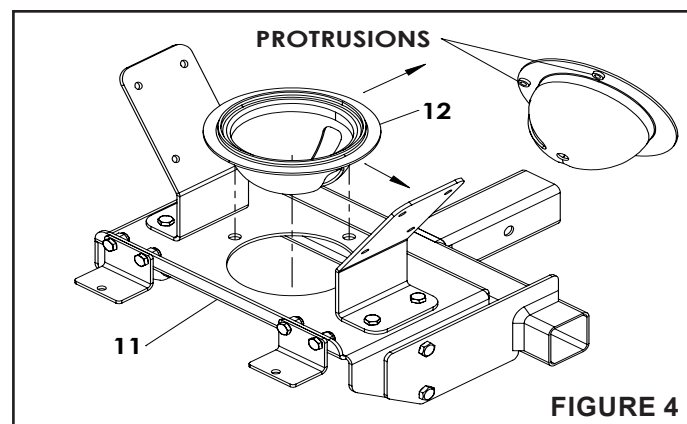

FIGURE 4
ÉTAPE 4 : (VOIR FIGURE 4)
- Placez la transition du portail (12) sur le support de trémie (11).